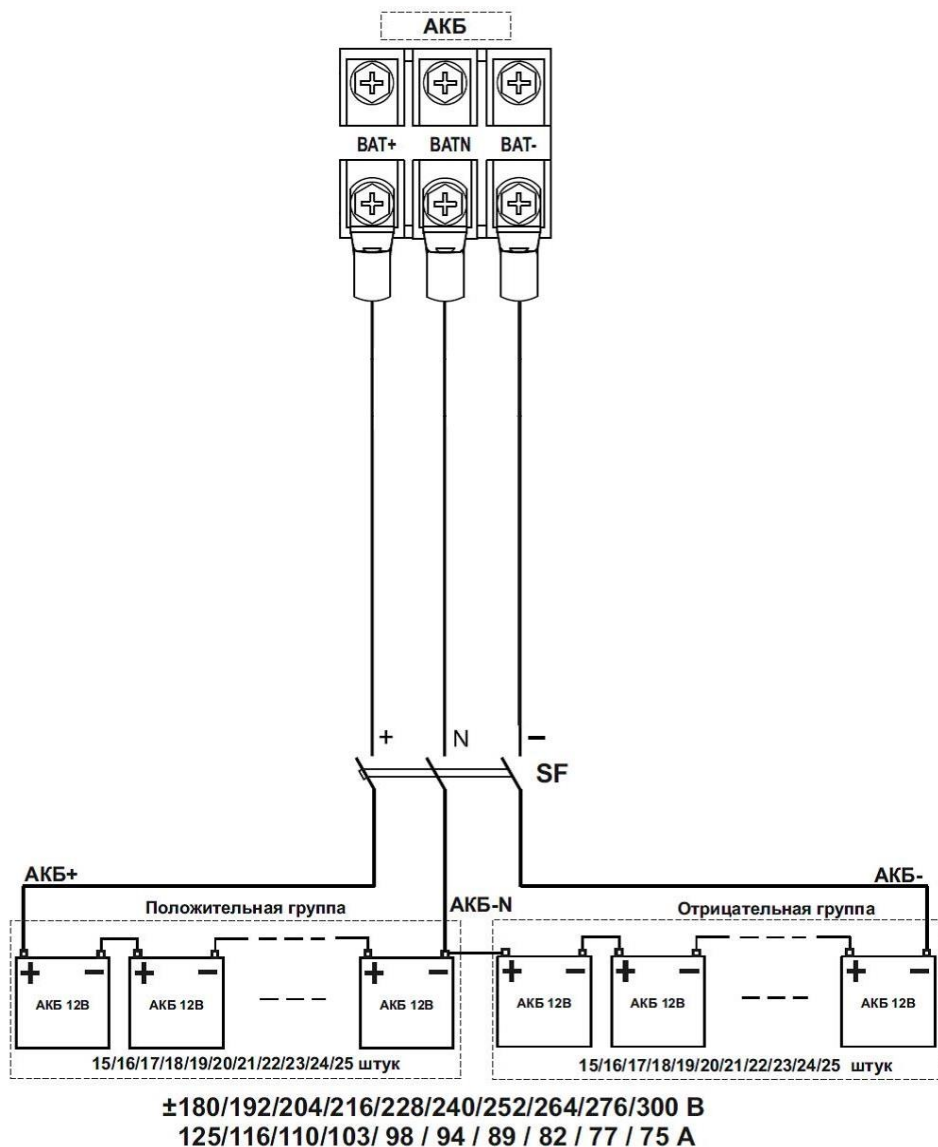

Рисунок 4 — Схема монтажа АКБ
Между АКБ и изделием должен быть подключен автоматический выключатель постоянного тока (SF, на номинальный ток 630 А, см. рисунок 4).
Между АКБ и изделием должен быть подключен DC — совместимый термоманитный трехполюсный защитный автоматический выключатель SF, (или другое устройство защиты, например, группа предохранителей с трехполюсным выключателем), расположенный как можно ближе к АКБ, см. рисунок 4.
- номинальное напряжение выключателя должно быть не менее рабочего напряжения положительной/отрицательной группы АКБ (см. рисунок 4);
Затем выполнить, **с соблюдением полярности**, последовательное соединение аккумуляторных батарей 12 В, в соответствии с двуполярной схемой (см. рисунок 4) при помощи перемычек АКБ (**перемычки АКБ в комплект поставки НЕ входят**). При монтаже, на перемычки АКБ следует надеть пыльники для изоляции клемм (входят в комплект поставки). После монтажа рекомендуется проверить качество изоляции клемм АКБ.